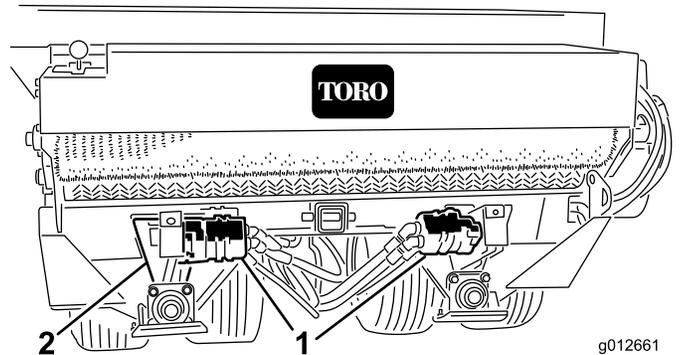

図 17
2. 油圧モータ/ポンプをアクスルクレードルに固定しているキャリッジボルトとナットをゆるめる **図 17**。
3. モータスプロケットアセンブリを回して **図 17** ホイール駆動チェーンのたわみが 3.2 mm になるように調整する。